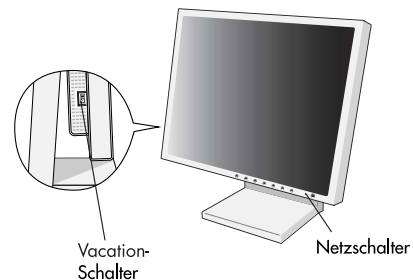

Abbildung D.1
5. Der Vacation-Schalter auf der linken Seite des Monitors muss sich in der Position ON befinden (**Abbildung D.1**).